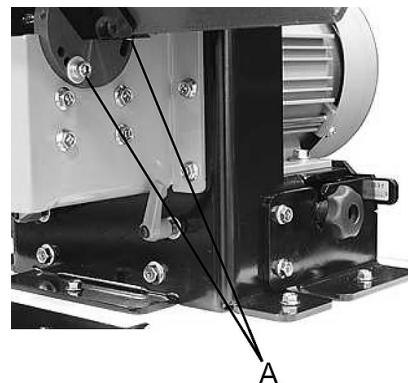

Abb. 8: Winkeleinstellung
Schritt 1: Lösen Sie die Schraube sowie den Klemmhebel (Pos.A, Abb.8) an der Seite der Maschine.